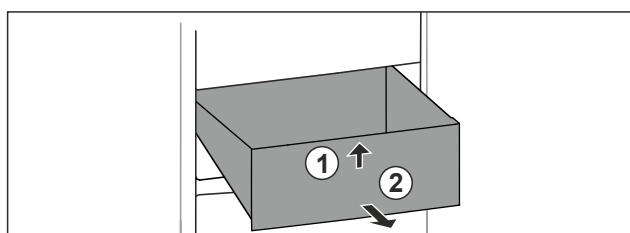

Fig. 136
- ▶ Podignite ladicu sprijeda. Fig. 136 (1)
- ▶ Izvadite ladicu prema naprijed. Fig. 136 (2)